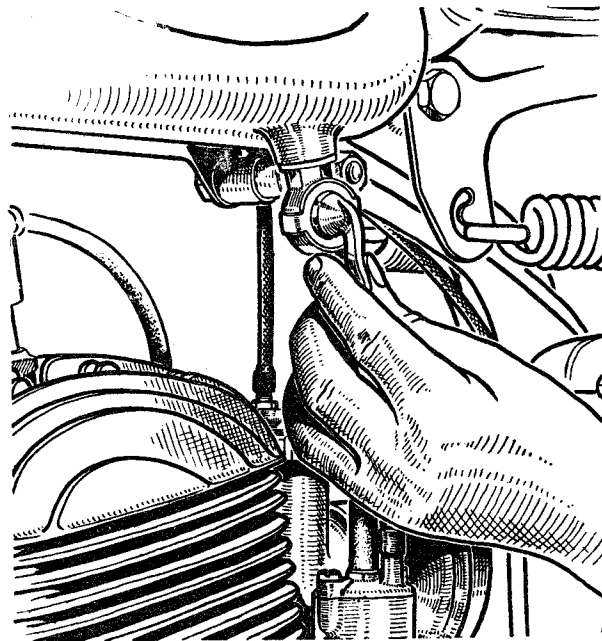

Fig. 7
- b) Ouvrir le robinet d'arrivée de l'essence. (Fig. 7.)